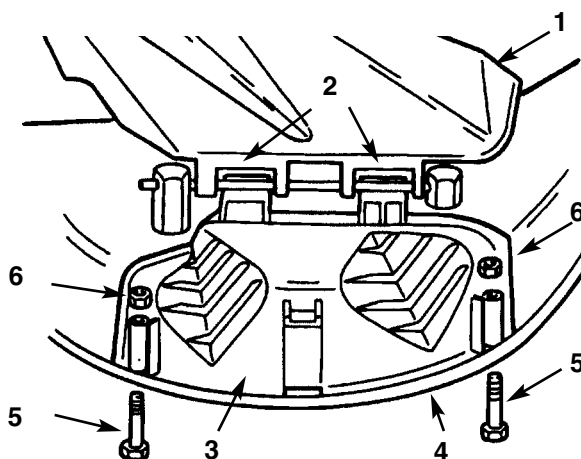

Fig 14
1. Løft gressavlederen og skyv knastene øverst på dekselet under gressavlederens festarm. Drei utløpsdekselet ned over åpningen og på klipperens nedre leppe (se fig. 14).
2. Fest dekselet til nedre leppe med boltene og mutrene (fig. 14).